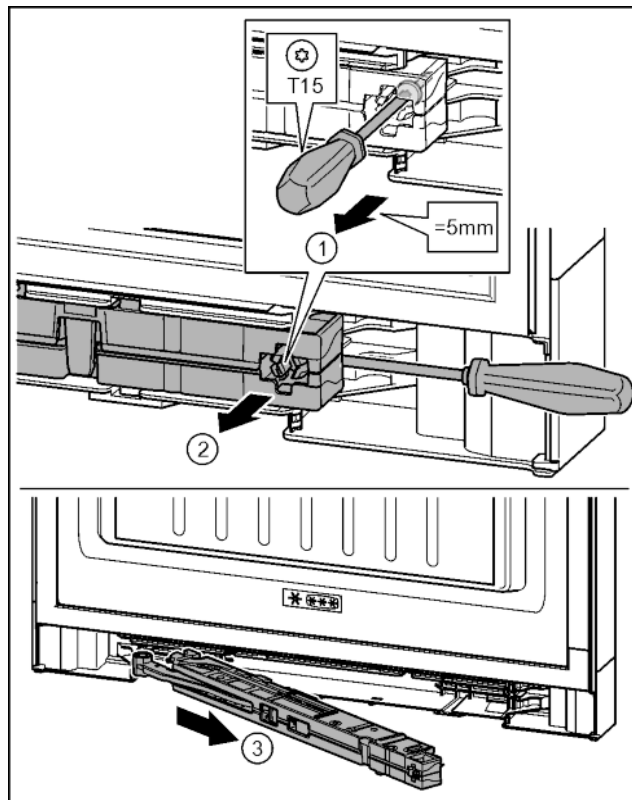

Fig. 19
- Schroef op de sluitdempereenheid met schroevendraaier T15 ca. 5 mm losdraaien. Fig. 19 (1)
- De schroevendraaier aan de kant van de greep achter de sluitdempereenheid aanbrengen. Eenheid naar voren draaien. Fig. 19 (2)
- Eenheid eruit trekken. Fig. 19 (3)